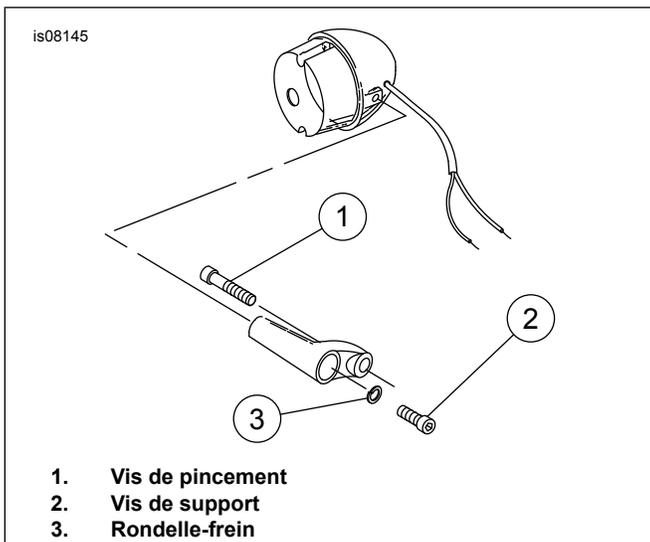

Figure 1. Montage des feux de direction sur les supports supérieurs de fourche
- Voir Figure 1. Retirer la vis de pincement du tube de fourche qui fixe l'ensemble de feu de direction droit à la fourche supérieure. Jeter la vis.